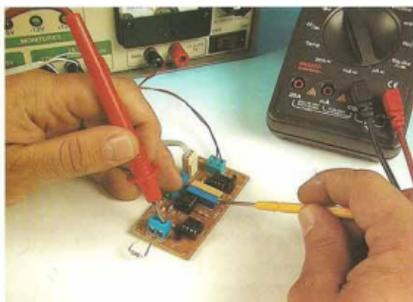

Figura 10.7 Calibración de los niveles de corriente máximos y mínimos
- Para calibrar el nivel inferior de la corriente de salida, cortocircuite la entrada del circuito y conecte un miliamperímetro entre las dos terminales de salida para leer la corriente I_o , que puede estar entre 0 y 4mA, mientras se varía el control para el ajuste de escala mínima (MIN) hasta el valor esperado, **figura 10.7**.